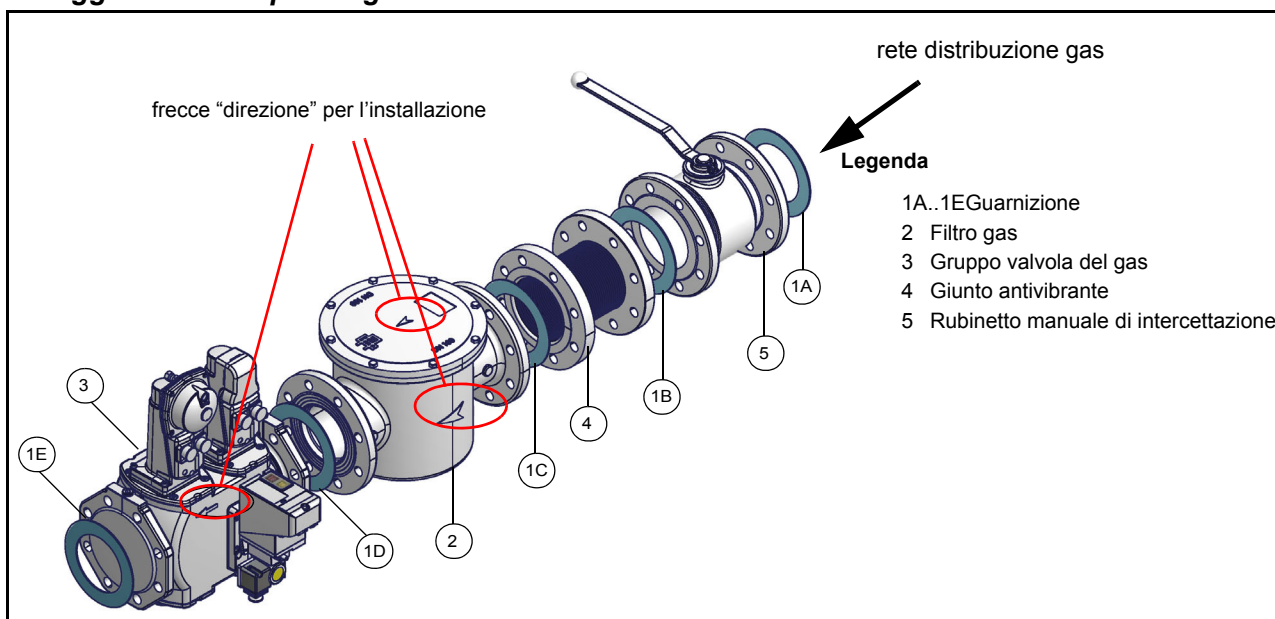

Fig. 4 - Esempio di rampa gas
- 1-b) nel caso di giunti flangiati: interporre tra un componente e l'altro, una guarnizione (n. 1A..1E - Fig. 4) compatibile con il gas utilizzato,
ATTENZIONE: una volta montata la rampa secondo lo schema riportato in Fig. 4, deve essere effettuata la prova di tenuta del circuito gas, secondo le modalità previste dalla normativa vigente.